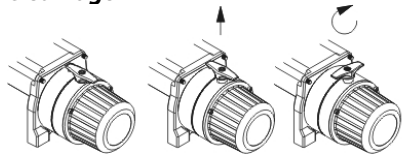

Figure 8
Le câble métallique a été installé sur votre treuil en usine à une charge minimale. Le câble doit être rembobiné sous charge sur le tambour pour que les couches extérieures ne s'enfoncent pas dans les couches intérieures, ce qui endommagerait le câble. Faites tourner la manette d'embrayage en position "Libre" de la manière indiquée à la Figure 8. S'il y a une charge sur le câble, il est possible qu'il soit difficile de déplacer la manette d'embrayage. **NE FORCEZ PAS LA MANETTE D'EMBRAYAGE.** Relâchez la tension du câble en le remuant un peu pour sortir un peu de câble, puis relâchez la manette d'embrayage. Déroulez le câble en tirant et attachez-le à l'ancre ou à la charge. Vérifiez qu'il reste un minimum de cinq (5) tours de câble sur le tambour. Engagez à nouveau le tambour en remettant la manette d'embrayage en position "Engagée" (Fig. 8).